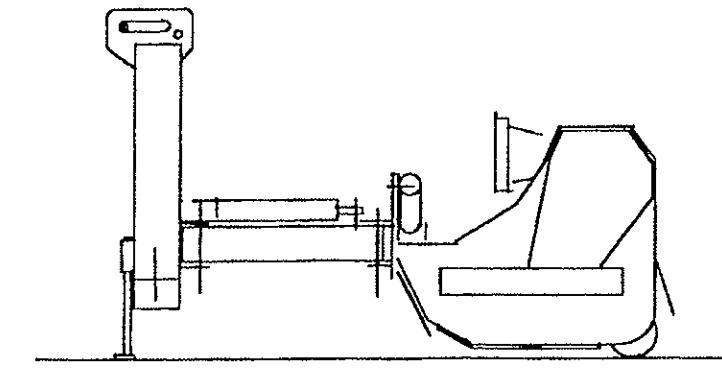

図 1 2
- 一 スタンドを下げる固定し、アームを折り畳み、刈取り部ヘッダーを地面に降ろした後、トラクターの油圧リフトで本機を地面に降ろします。(図 1 2)